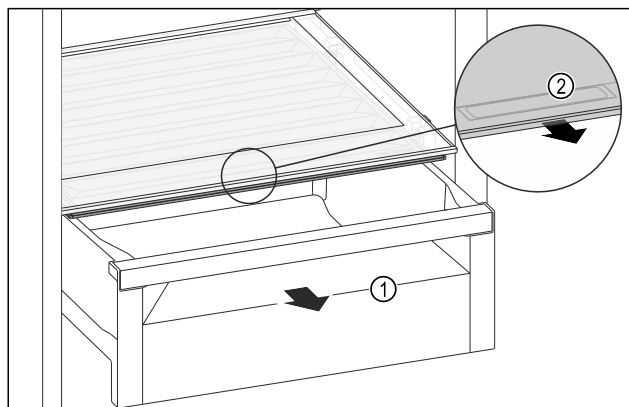

Fig. 121
- Izvucite ladicu Fig. 121 (1).
- Primite ručku Fig. 121 (2) na poklopcu pretinca i istodobno povucite poklopac pretinca prema naprijed.